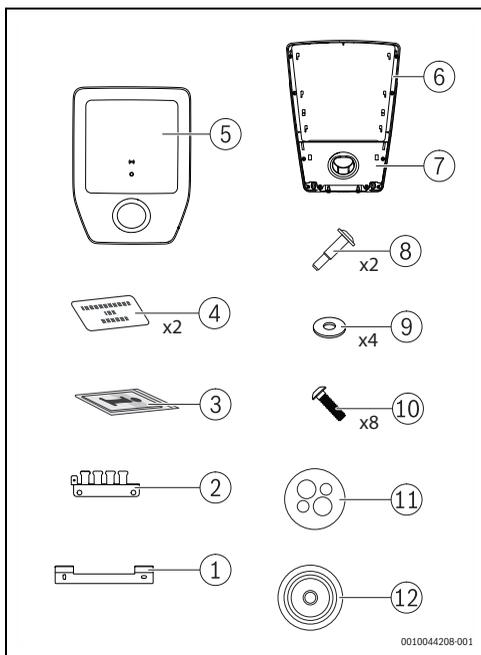

Fig. 337 Leveringsomfang
- ▶ Ta forsiktig dekslet [5] og hetten med parkeringsholderen [7] av Power Charge 7000i (→ fig. 337, side 331).